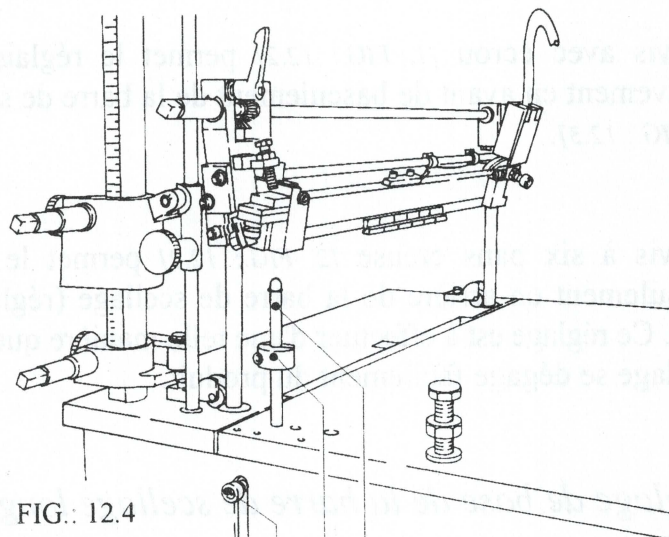
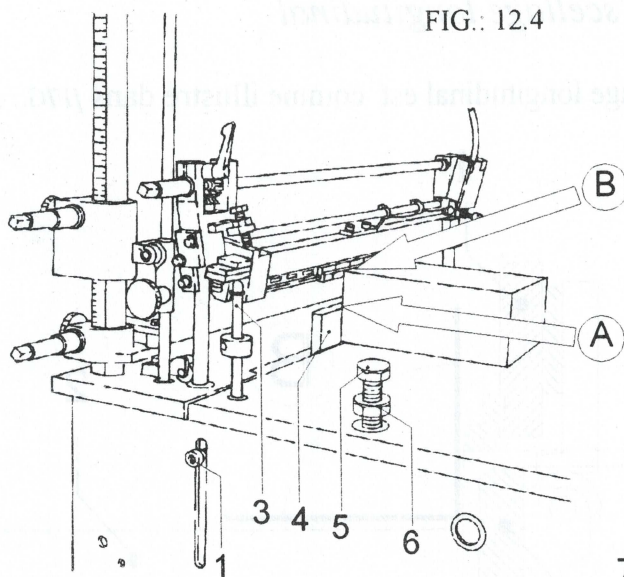

FIG.: 12.4
FIG.: 12.5
- 1.1 Tourner la machine jusqu'à ce que le plieur inférieur arrive dans sa position la plus haute. Ajuster le plieur inférieur à demi-hauteur de produit [A, FIG.: 12.5] par dévissage du contre-écrou [6] et tourner le boulon [5]: à gauche = plus haut, à droite = plus bas.
- 2.1 Dévisser la vis à six pans creux [1, FIG.: 12.4] et l'anneau de réglage [2] de la tige de commande [3].
- 3.1 Tourner la machine à l'aide du volant jusqu'à ce que la barre de scellage arrive justement dans sa position la plus haute. Tirer la tige de commande [3, FIG.: 12.4] avec la main si haut que possible.
- 3.2 Puis tourner la machine jusqu'à ce que la face de scellage ait justement passé le côté supérieur du produit [B, FIG.: 12.5] et serrer la vis à six pans creux [1, FIG.: 12.4].
1.1. Tourner la manivelle jusqu'à ce que l'inférieur arrive dans sa position la plus haute. Vérifier le placement de l'inférieur à l'aide du bouton (A) (voir la figure 12.5) par dévissage. Comme d'habitude, si l'inférieur se déplace vers la gauche ou la droite, il doit être
2.1. Dévisser la vis à six pans creux (A) (voir la figure 12.5) et l'anneau de réglage (B) de la barre de commande.
2.2. Tourner la manivelle à l'aide du volant jusqu'à ce que la barre de scellage arrive dans sa position la plus basse. Dévisser la manivelle (A) (voir la figure 12.5) et tourner la barre de scellage avec l'anneau (B) jusqu'à ce que la barre de scellage arrive à l'extrémité du produit (voir la figure 12.5). Poser la manivelle.
3.2. Tourner la barre de commande (A) (voir la figure 12.5) avec la main si cela est possible. Puis tourner la manivelle jusqu'à ce que la barre de scellage arrive à l'extrémité du produit (voir la figure 12.5).